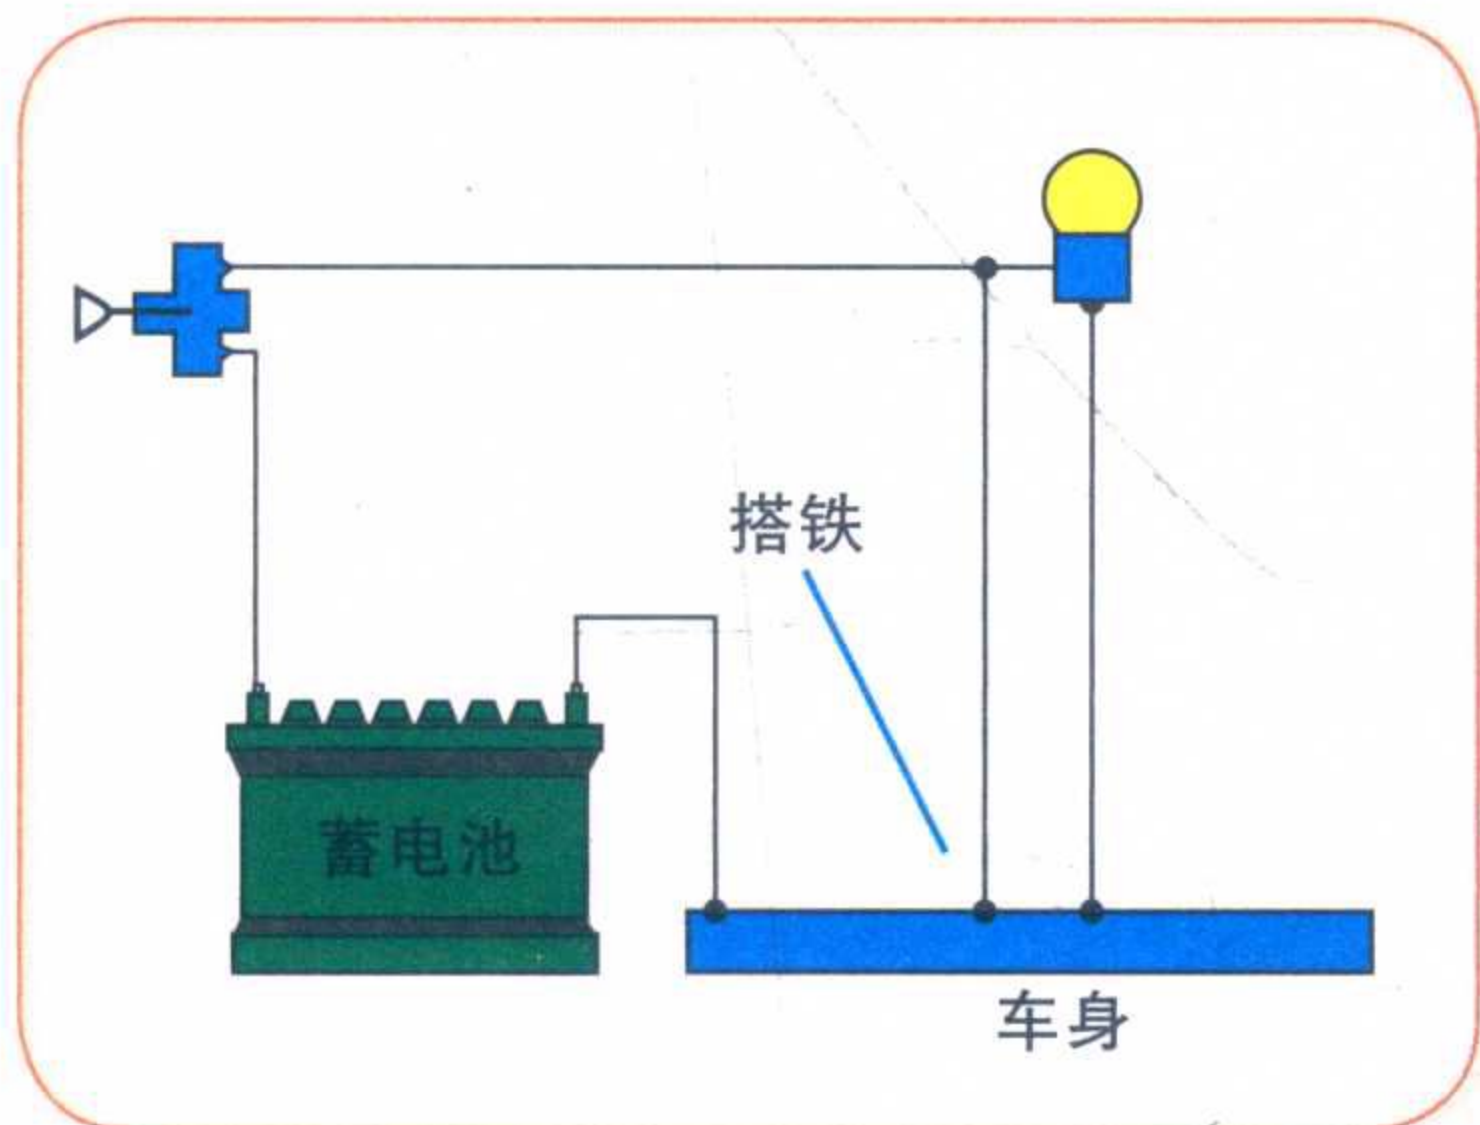

图 1-7 电源短路
1) **电源短路**：即电流不经过任何用电器，直接由正极经过导线流回负极，如图 1-7 所示。电源两端的导线直接相连，输出电流过大对电源来说属于严重过载，如没有保护措施，电源或电器会被烧毁或发生火灾，所以通常要在电路或电气系统中安装熔断器、熔丝等保护装置，以避免发生电源短路时出现不良后果。